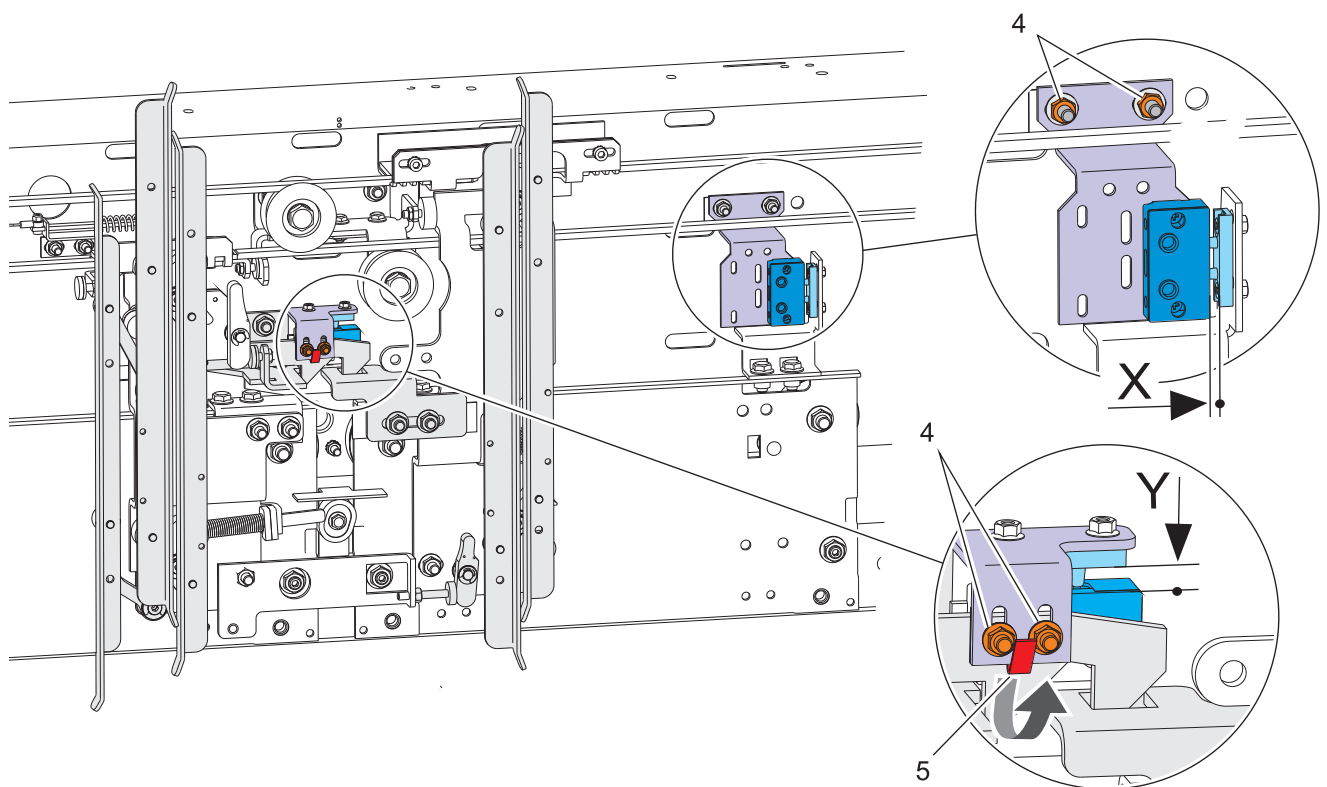

Abb. 56
- Verfahren wie bei Abb. 56 beschrieben
- Verfahren, wie für die linke Schiebetür bei Abb. 56 beschrieben